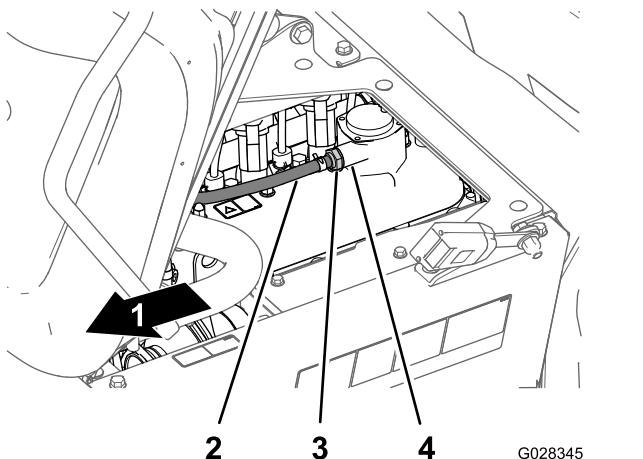

Bild 113
Hinweis: Wenn die innere Drossel des Ventils klappert, ist das PCV-Ventil funktionsfähig; wenn die innere Drossel beim Schütteln nicht frei klappert, muss das PCV-Ventil ausgetauscht werden (Bild 113).
4. Setzen Sie das PCV-Ventil ein, bis es vollständig in der Dichtung am Anschlussstück am Ventildeckel sitzt (Bild 113).
2. Entfernen Sie das PCV-Ventil vom Anschlussstück des Ventildeckels (Bild 113).